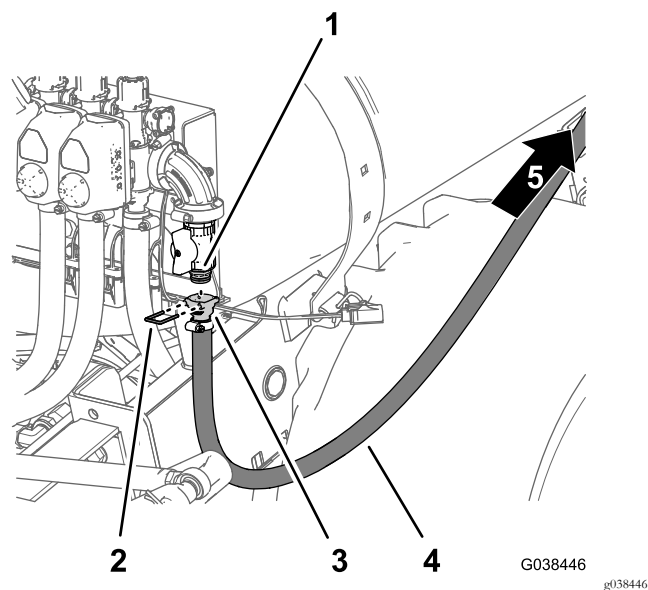

图96
2. 将软管的直通宝塔接头安装到法兰切断阀的快速连接接头上图96。
3. 使用在安装适用于可选喷枪套件或电动软管卷套件的切断阀 \(页码 35\)的步骤3中卸下的卡环固定直通宝塔接头和快速连接接头图96。
4. 沿打药车药缸朝软管卷的方向向前铺设供水软管图96。